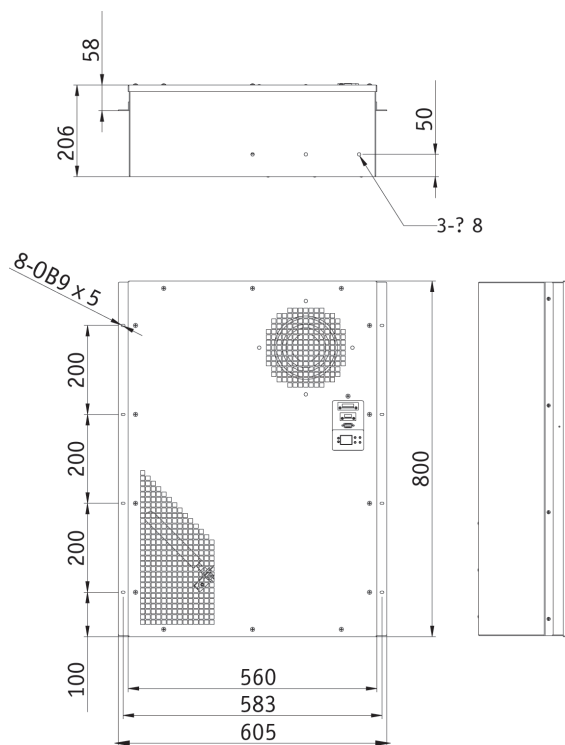

Рис. 3.2
3.2.2 Расположите теплообменник на передней дверце или стенке шкафа и прикрутите его крепежную раму гайками М4. Необходимо следить за тем, чтобы выходное воздушное отверстие агрегата совпадало с противоположным по назначению отверстием шкафа (см. рис. 3.2)